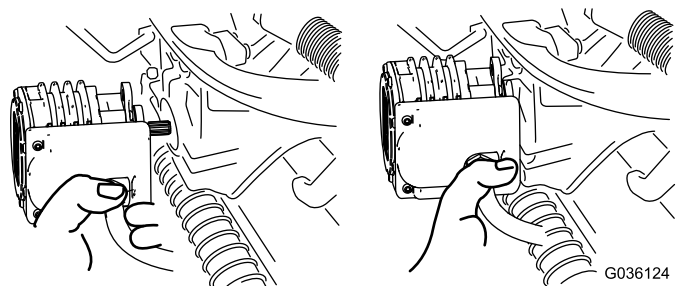

Figura 66
- Mova o motor para o local de armazenamento na parte da frente do braço de suspensão (Figura 66).